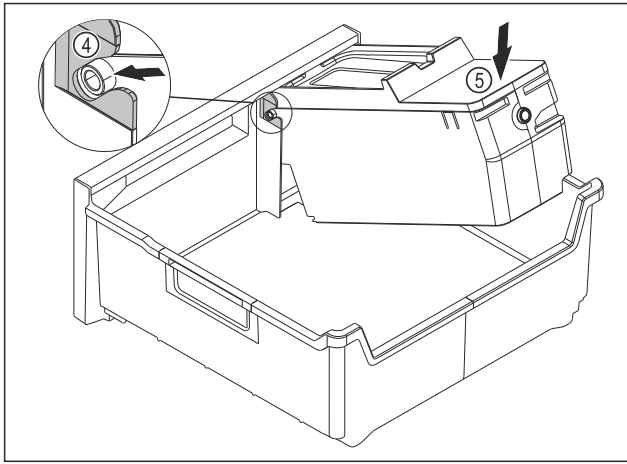

Fig. 114
- ▶ Az EasyTwist-Ice egység testének szerelése: Tolja be az EasyTwist-Ice egység testének tengelyeit a vezetőelemekbe Fig. 114 (4).
- ▶ Nyomja le az EasyTwist-Ice egység testének Fig. 114 (5) hátsó részét.